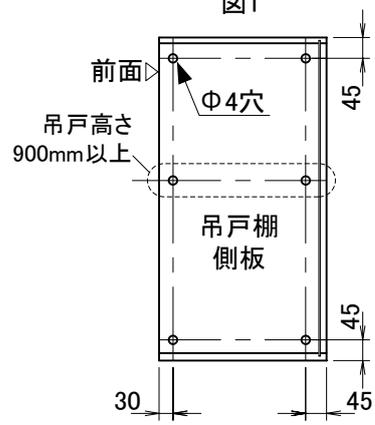

図2
②キャビネット側板に組付ネジ用の下穴(φ4)をあけてください。(図2参照)
③キャビネット内面の穴より付属ネジ2でパネルをしっかりと固定してください。